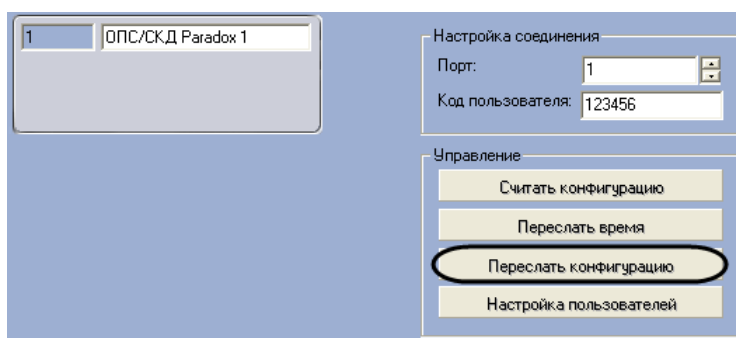

Рис. 3.2—5. Пересылка конфигурации в контрольную панель EVO
1. Перейти на панель настройки объекта **ОПС/СКД Paradox** (Рис. 3.2—5).
2. Нажать кнопку **Переслать конфигурацию** (см. Рис. 3.2—5).